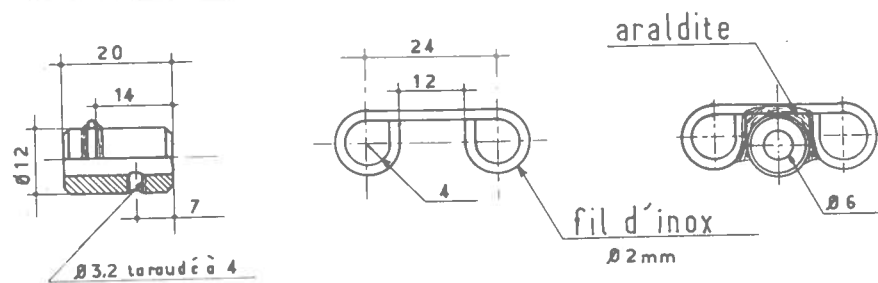

FIG.122 Coulisseau 29
Usinage du coulisseau 29 (fig. 122)
- 1° Tourner la pièce en laiton aux cotes de la figure 122.
- 3° Plier le fil d'inox de 2 mm, suivant la figure 122 avec deux pinces, une plate et une demi-ronde. Terminer les arrondis avec un rond de \varnothing 8 mm, passer dans les œillets et arrondir au marteau. Cette pièce formant cavalier, doit rentrer à force sur le coulisseau.